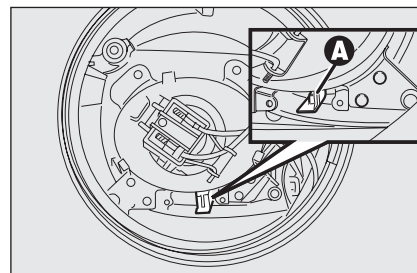

fig. 102
- ☐ mueva lateralmente la palanca **A-fig. 102**;